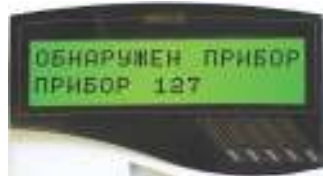

Рисунок 2
5.3.3 По окончании режима «Включение» блок должен перейти в дежурный режим, на индикаторе пульта должны появиться сообщения об обнаружении устройства «Рупор», о сбросе устройства с сетевым адресом, соответствующим текущему адресу блока (заводской адрес прибора 127). Если придёт несколько сообщений, накопившихся в буфере блока, их можно «пролистать» с помощью кнопок «▼» и «▲» пульта (рис. 2).